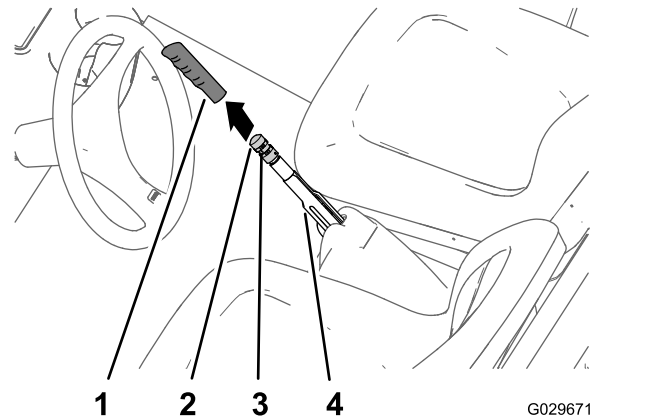

Figure 56
1. Enlevez la poignée du levier de frein de stationnement (Figure 56).
2. Desserrez la vis de fixation du bouton de réglage sur le levier du frein de stationnement (Figure 56).
3. Tournez le bouton de réglage du frein jusqu'à ce qu'une force de 133 à 156 N·m soit nécessaire pour actionner le levier du frein de stationnement (Figure 56).
4. Serrez la vis de fixation et remettez la poignée en place (Figure 56).
2. Desserrez la vis (Figure 56) qui fixe le bouton de réglage sur le levier du frein de stationnement, desserrez le frein de stationnement et desserrez le bouton de réglage.
5. Tournez le bouton de réglage du frein (Figure 56) jusqu'à ce qu'une force de 133 à 156 N·m soit nécessaire pour actionner le levier du frein de stationnement.
- C. Tournez le bouton de réglage du frein (Figure 56) jusqu'à ce qu'une force
- C. Tournez le bouton de réglage du frein (Figure 56) jusqu'à ce qu'une force de 133 à 156 N·m soit nécessaire pour actionner le levier du frein de stationnement.
- Serrez la vis de fixation et remettez la poignée en place (Figure 56).